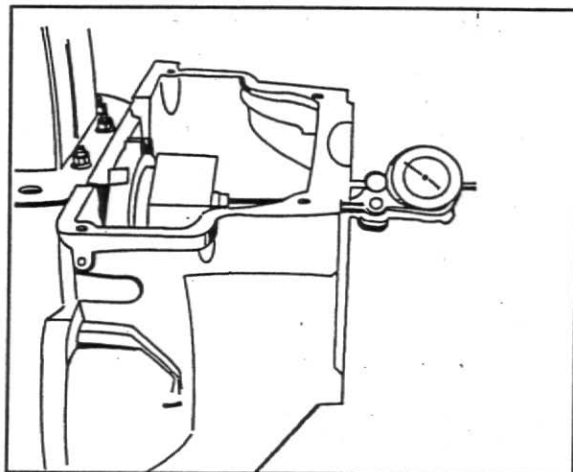

Fig. 2
4. Verifique com o relógio microcomparador, o paralelismo entre a face da carcaça do volante e a face da árvore de manivelas: 0,15 mm ou 0,006 pol, fig.2.